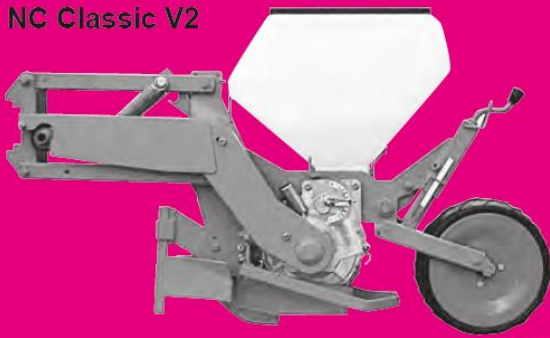

Fig. 41
- Koło ugniatające płaskie samoczyszczące 370x170 (fig. 41) z zagarniaczami pośrednimi długimi: do pracy na glebach lekkich i piaszczystych.